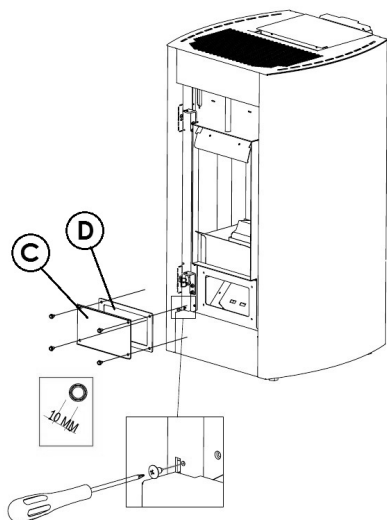

Fig. 85 - Desmontaje de la placa
- Extraer el motorreductor desenroscando el tornillo que lo bloquea (véase **Fig. 85**).